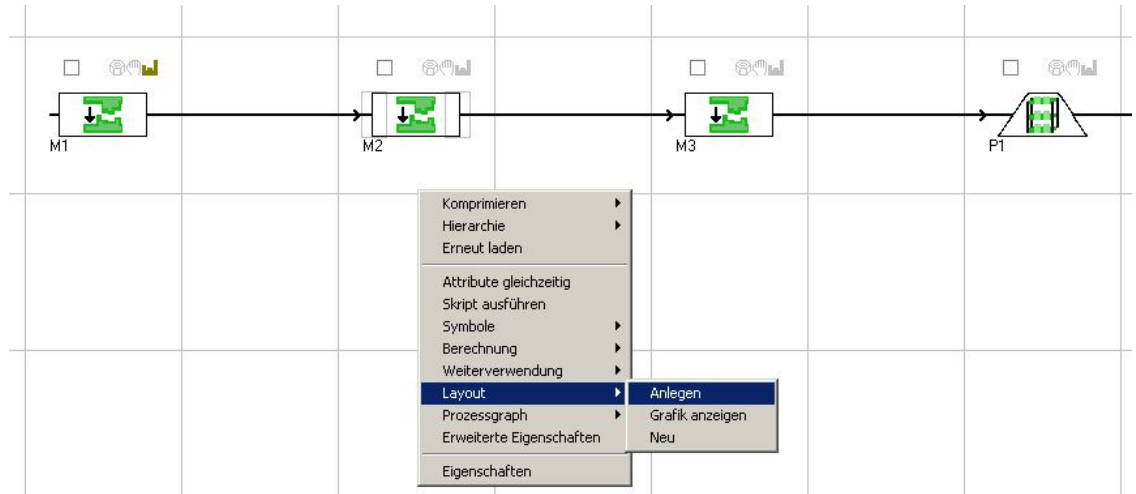

Abbildung 61: *Layout anlegen* über das Kontextmenü starten
- ➔ Um die Funktion *Layout anlegen* zu starten, klicken Sie auf einen freien Platz im Fertigungskonzept. Drücken Sie danach die rechte Maustaste und klicken auf *Layout anlegen*. Siehe auch: Abbildung 61. Die Grafiksymbole sind angeordnet, wenn die Meldung *Ein neues Layout wurde erzeugt* auf Ihrem Bildschirm erscheint.